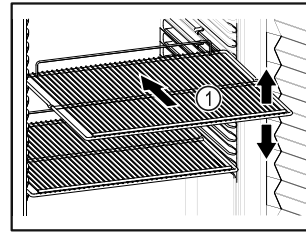

Fig. 57 Atvaizdo pavyzdys
- Jei pastatymo grotelės Fig. 57 (1) galima perkelti, pritaiky-kite atsižvelgdami į aukštį.